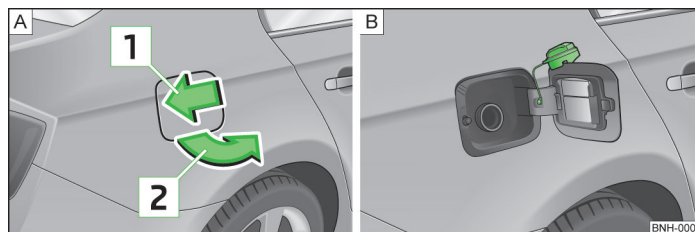

Abb. 95 Fahrzeugseite hinten rechts: Tankklappe / Tankklappe mit aufgeschraubtem Verschluss
Auf der Innenseite der Tankklappe sind die richtigen Kraftstoffarten für Ihr Fahrzeug, sowie die Reifengröße und der Reifenfülldruck angegeben » Abb. 95 - B.
Auf der Innenseite der Tankklappe befindet sich ein Kratzer » Abb. 95 - B zum Entfernen von Schnee und Eis von den Scheiben und Spiegeln » Seite 121, *Fensterscheiben und Außenspiegel*.
- Auf die Tankklappe in Pfeilrichtung **1** drücken » Abb. 95.
- Den Tankverschluss links herum herausdrehen und von oben auf die Tankklappe stecken » Abb. 95 - B.